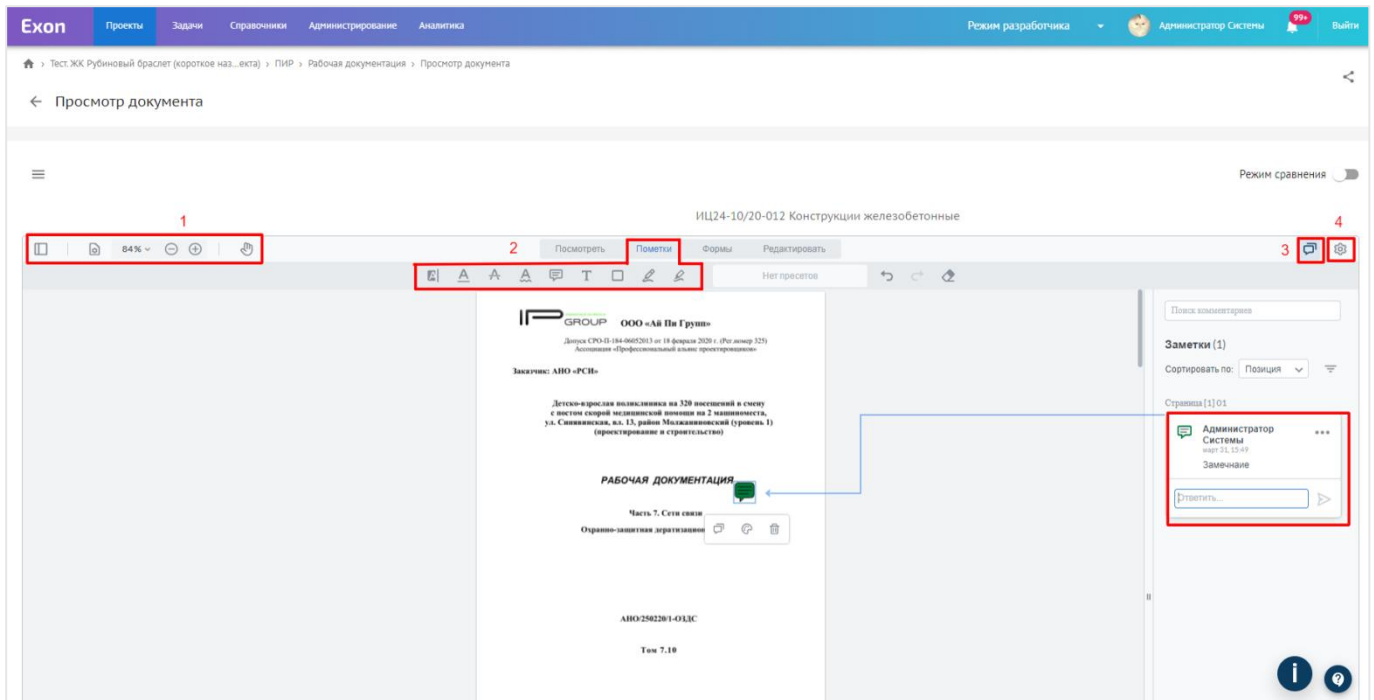

Рис. 36 - Окно просмотра
1. Выбрать нужный инструмент (2);
3. В открывшемся окне прописать текст замечания (3) (на замечания в данном окне можно отвечать);
Через шестеренку (4) документ можно скачать, распечатать, открыть в режиме полного экрана и включить темный режим (рис. 36).